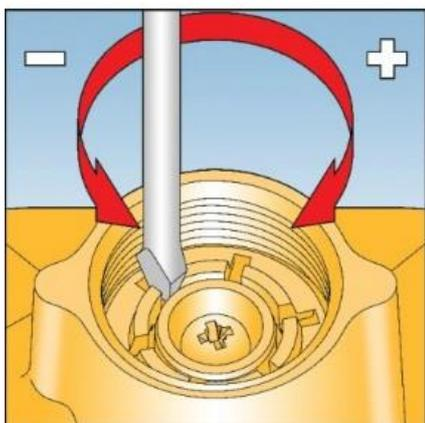

Fig. 7
6. Coloque uma chave de fenda no topo da tampa para regulagem da mola. Veja Fig. 7.
15. Lentamente gire o suporte da mola no sentido anti-horário (-) até que o dispositivo bloqueie por alta pressão. Veja Fig. 7.